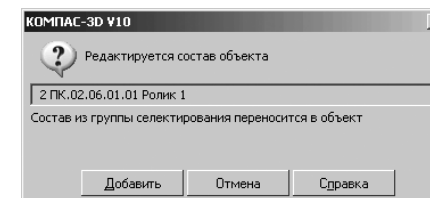

Рис. 6.121. Информационное окно системы
- щелкните в **Компактной панели** с активной кнопкой переключателем  – **Спецификация** по кнопке  – **Редактировать состав объектов**. Появится информационное диалоговое окно (рис. 6.121).